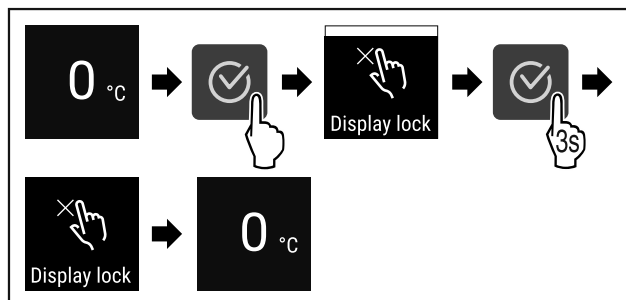

Fig. 97
- ▶ Proved'te akční kroky (viz Fig. 97).